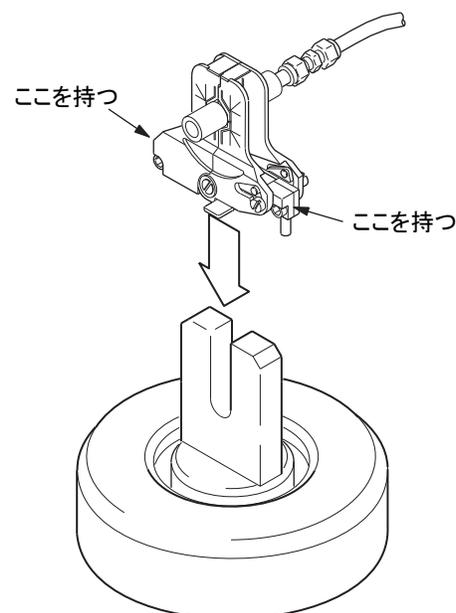

図20: クーリング・プレート
- フィクスチャーが小さいため、蓄熱により溶接直後は非常に高温となり、すぐに取り扱うことができない場合があります。図20のように、フィクスチャーの底部を持ってください。アルミニウム製クーリング・プレート(オプション)を使用すると、フィクスチャーを固定し、フィクスチャーの冷却スピードを速めることができます(図20)。